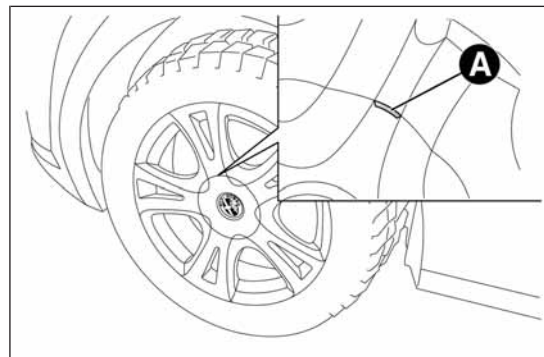

fig. 119
- ❑ **para versiones con llantas de aleación:** mover el vehículo para facilitar la separación de la llanta del cubo de la rueda. Algunas versiones pueden montar llantas de aleación con embellecedor de tapacubos (fig. 119). Para quitar el embellecedor, introducir el destornillador en los alojamientos A con el fin de acceder a los tornillos de fijación. A continuación, sustituir la rueda tal y como se ha descrito anteriormente;